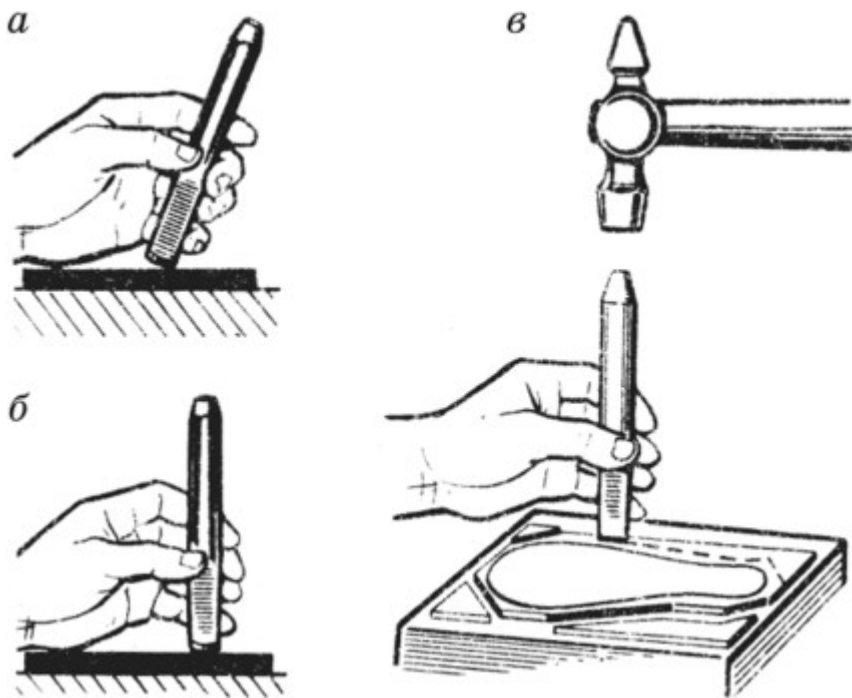

Рис. 4.16. Установка зубила при рубке листового металла: а — начало установки; б — конец установки; в — прорубание по контуру
- 3) устанавливают зубило наклонно так (не доходя до разметки 2...3 мм — это припуск на дальнейшую обработку), чтобы лезвие было направлено вдоль разметочной риски (рис. 4.16, а);
- 4) придают зубилу вертикальное положение (рис. 4.16, б) и наносят молотком легкие удары, прорубая по контуру (рис. 4.16, в);